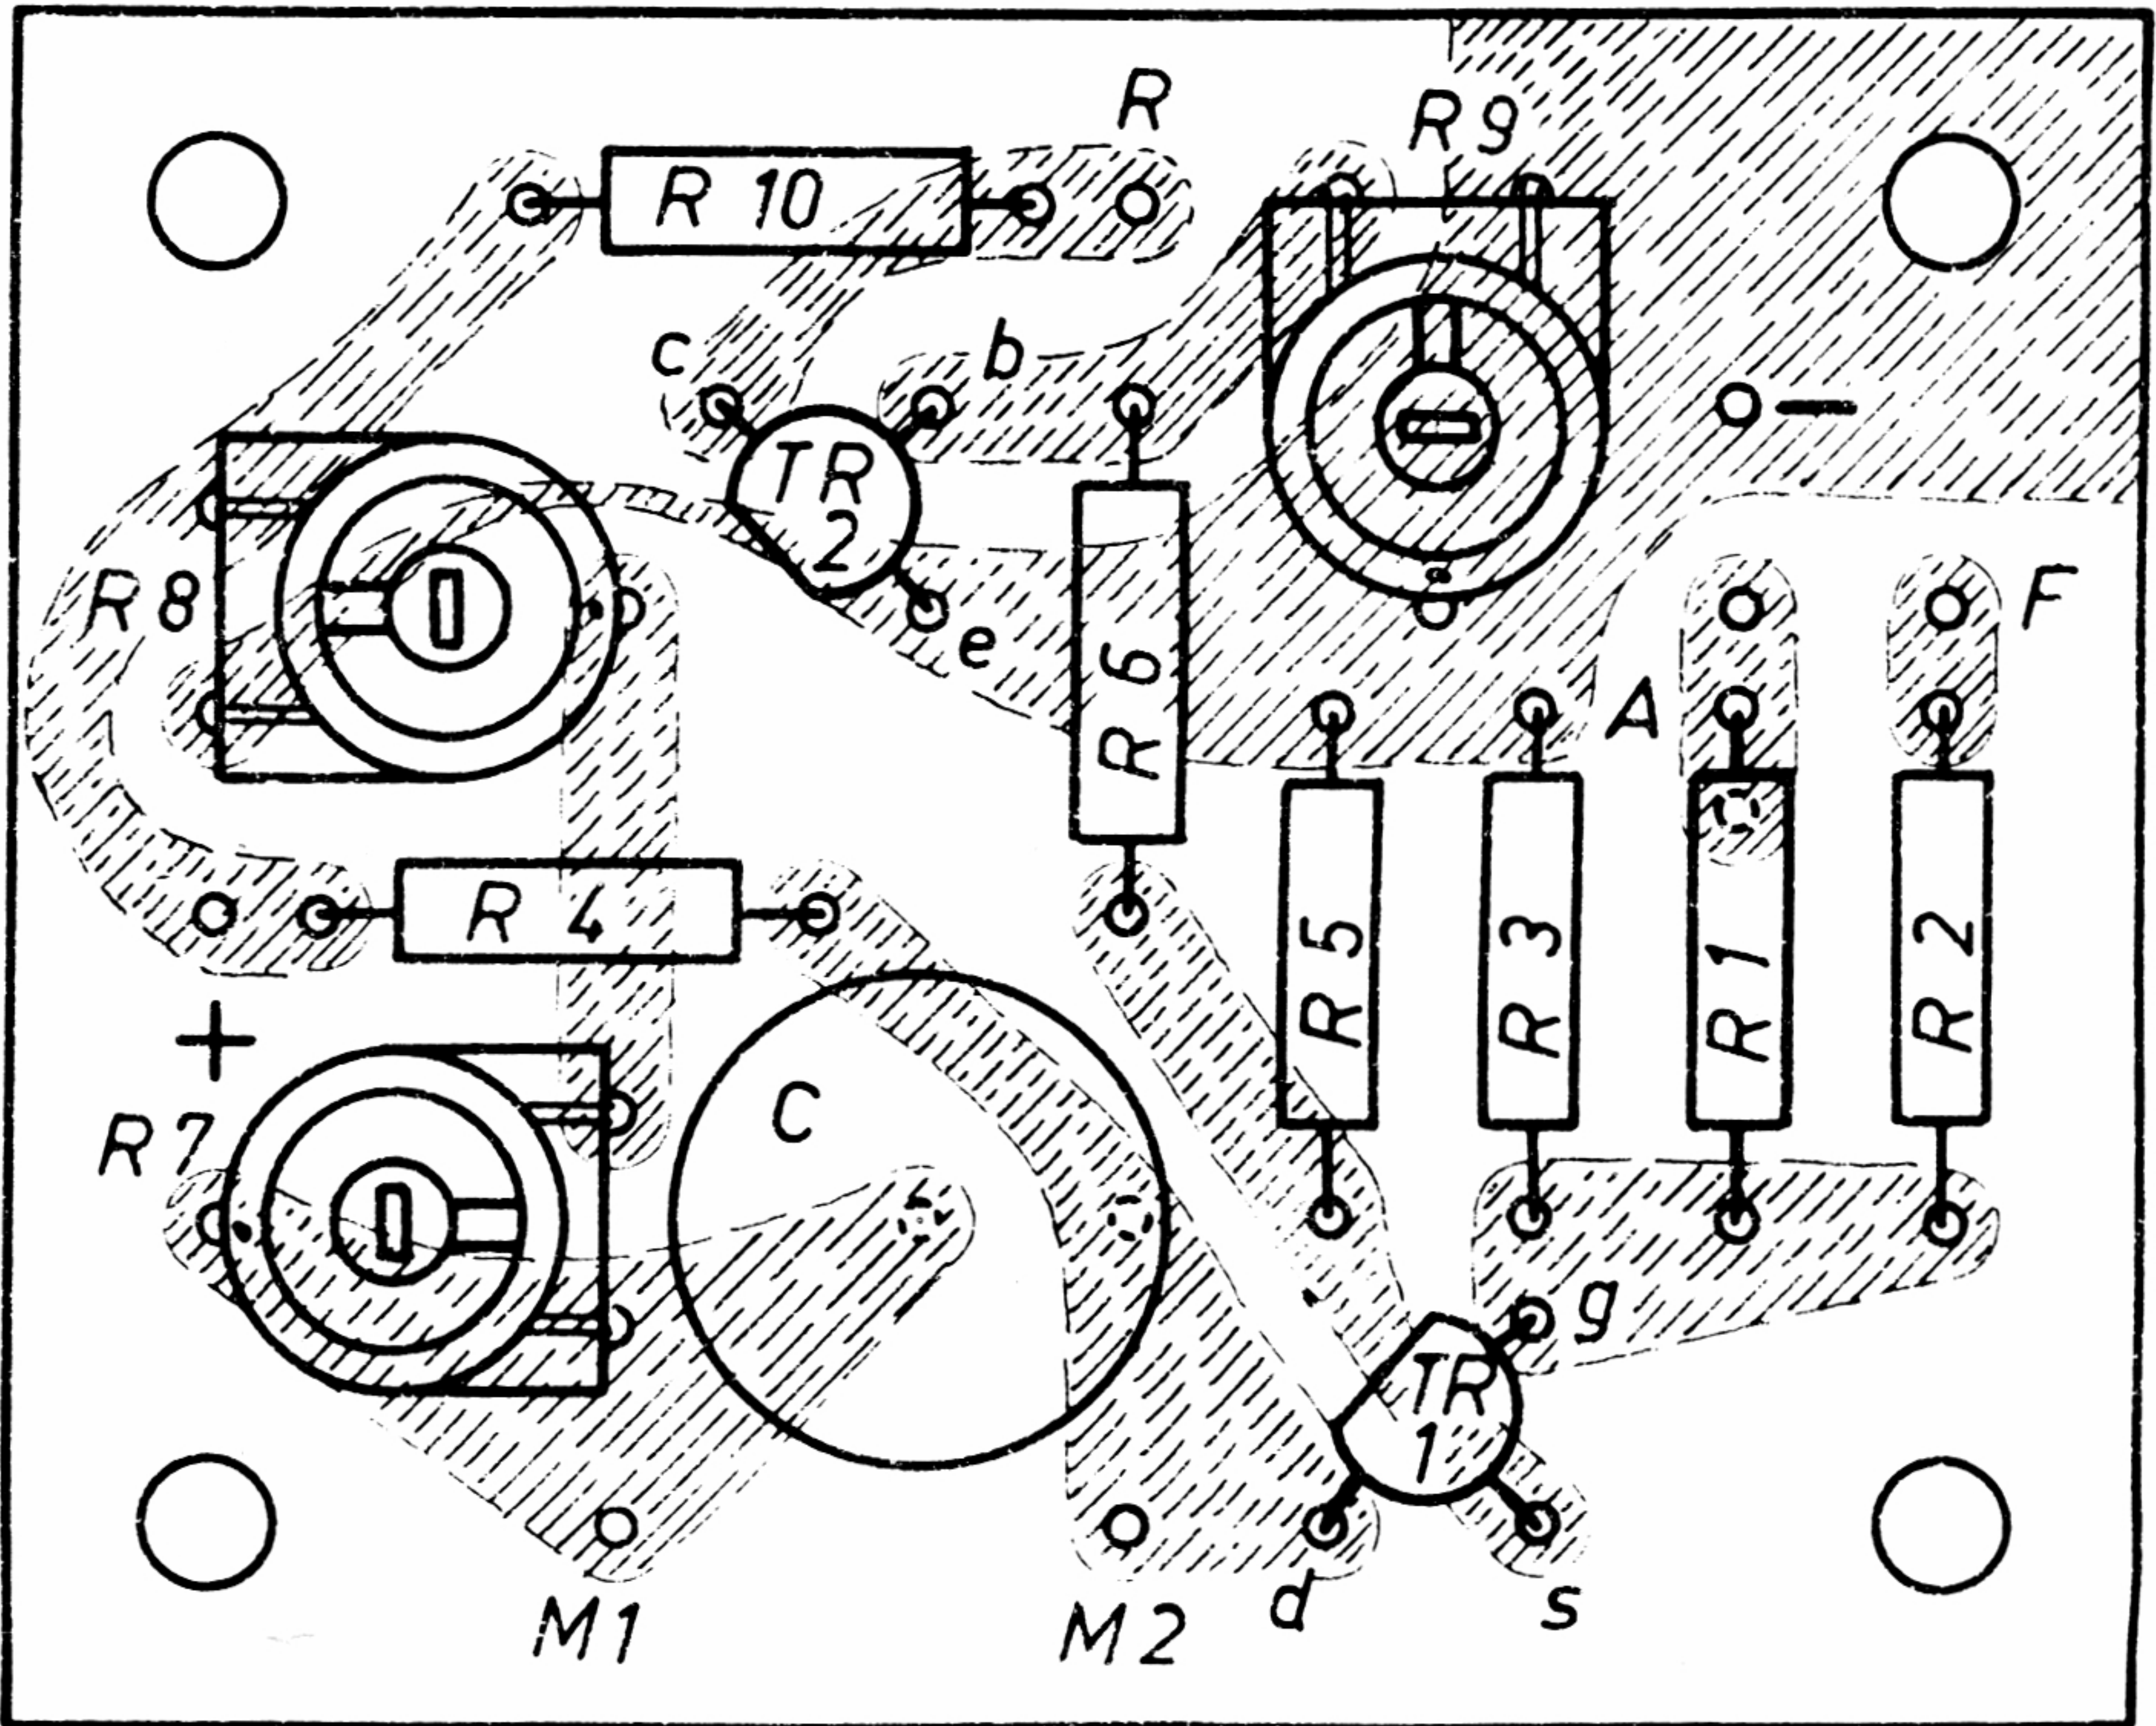

Abb. 4
Dieser Elektrolyt-Kondensator, dessen Plus-Pol am mittleren Anschlußdraht liegt, wird aufrecht montiert (Abb. 4).
4. Stecken Sie die drei Trimpotentiometer von der Positionsdrukseite auf die gedruckte Schaltung. Aus Abb. 4 ist die genaue Lage zu erkennen.
5. Stecken Sie die Transistoren auf die gedruckte Schaltung. Aus Abb. 4 ist die Lage (abgeflachte Seite) zu ersehen, in der sie eingebaut werden müssen. Dabei dürfen sich die Anschlußdrähte nicht kreuzen, und die Transistoren selbst sollen ca. 5 mm über der gedruckten Schaltung stehen.
Wird die gedruckte Schaltung jedoch mit Metall-Abstandsbuchsen und entsprechenden Schrauben an den vier Löchern an den Ecken der gedruckten Schaltung auf einem Metall-Chassis befestigt, erfolgt der Minus-Anschluß automatisch über die Buchse rechts oben in Abb. 4, wenn Minus am Chassis liegt. Der Stromverbrauch beträgt ca. 15 mA.